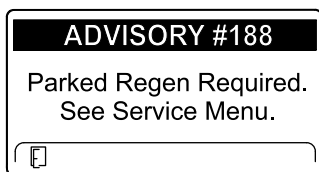

Рисунок 41
- Требуется стационарная регенерация информационное сообщение № 188 (Рисунок 41)